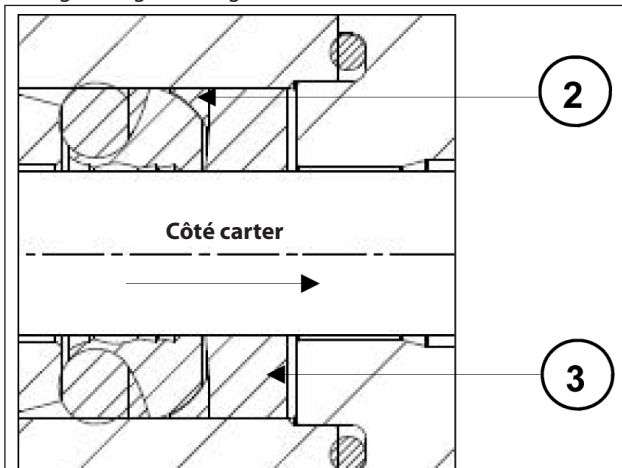

Fig. 61
- Introduire l'anneau anti-extrusion ② et la douille pour joints ③ en les positionnant comme le montrent les Fig. 59, Fig. 60 et Fig. 61.
Introduire la douille pour joints ③ dans la chemise avec les orifices d'évacuation tournés vers l'extérieur (côté carter) comme le montrent les Fig. 60 et Fig. 61.